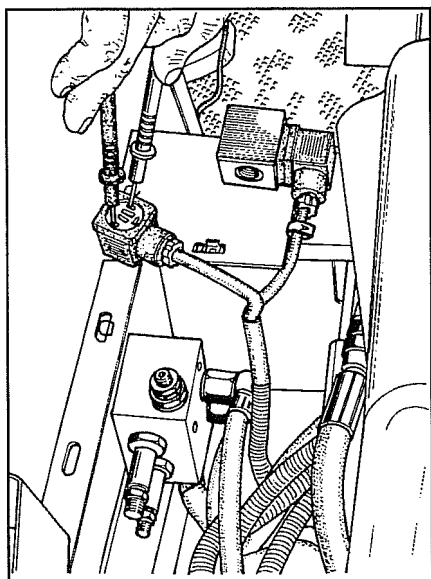

Fig. 3
- 4 Le tableau étant allumé vérifier avec un tester la présence d'une tension de 12 V sur le câble 4RM (celui qui n'est pas repéré), voir fig. 3. Cette valeur doit atteindre 0 V en appuyant simultanément sur les pédales de frein ou bien descendre à une valeur comprise entre 5,6 V et 2 V en appuyant sur le bouton d'enclenchement des 4RM (les valeurs comprises entre 5,6 V et 2 V sont relevées par effet des courants induits).